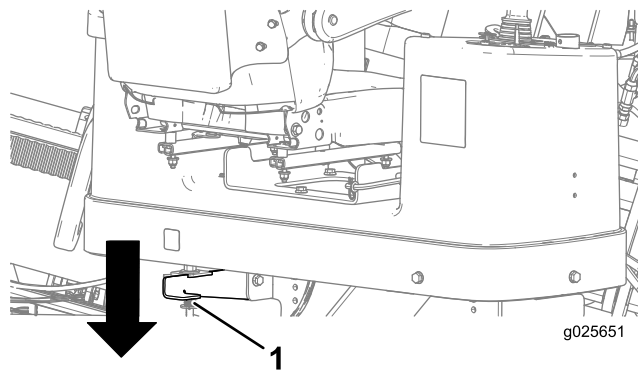

Figura 42
5. Empurre para baixo a trava traseira de fixação da plataforma do operador e puxe a plataforma para fora até a posição desejada, certificando-se de que seja novamente travada nessa posição (Figura 42).